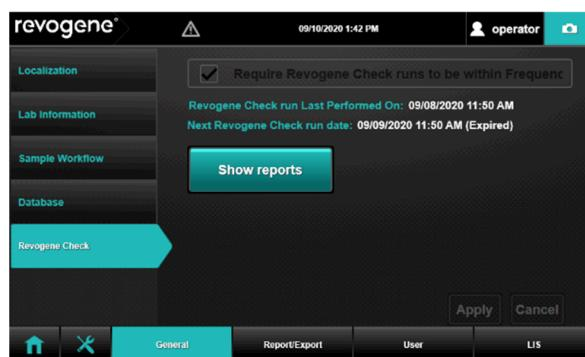

Figure 3. Paramètres de la Vérification Revogene
5. Si l'option <Show Revogene Check Menu> (Montrer le menu Revogene Check) est sélectionnée, toucher le bouton <Show reports> (Montrer les rapports) (**Figure 3**) pour consulter les fichiers de rapport au format *.pdf.